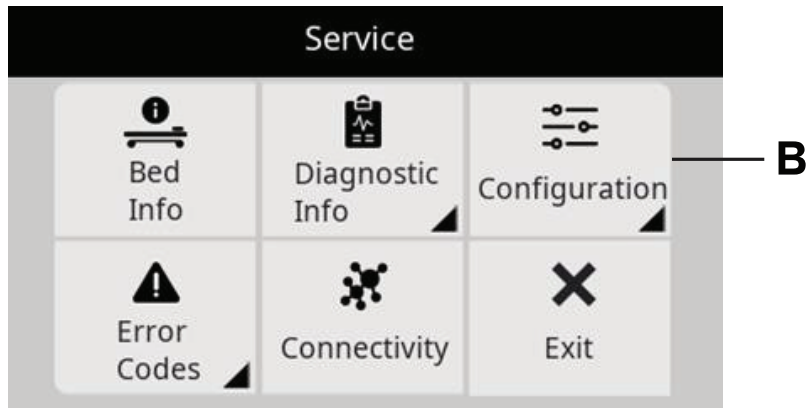

图 5 – ProCuity“维修”菜单
3. 进入“维修”菜单并选择 **配置 (B)** (图 5)。